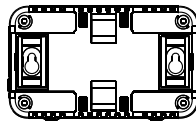
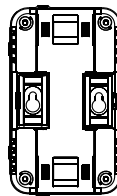

Рис. 7
Рис. 8
2. Установите крепежные вставки задвинув их до упора в пазы с тыльной стороны прибора. При горизонтальном расположении прибора, рис. 7, вставки устанавливаются в пазы на узкой стороне корпуса; при вертикальном расположении, рис. 8, в пазы на широкой стороне корпуса. **Обратите внимание на ориентацию отверстий под саморезы.**